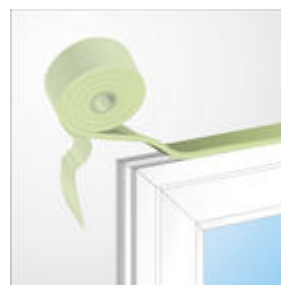

Bild 2: Komplett Abdichtung in einem Arbeitsschritt
- Das überkomprimierte Anfangs-/ Endstück abschneiden und das Band mithilfe der Selbstklebung aufkleben (Bild 2). Sollte bei tiefen Temperaturen (unter +1°C) die Selbstklebung nicht ausreichend haften, dann ist das Band warm vorzulagern. Beim Ablängen des Bandes 2 cm/m dazugeben. Bei geringen Fugen breiten empfiehlt sich das Anfeuchten des Bandes.